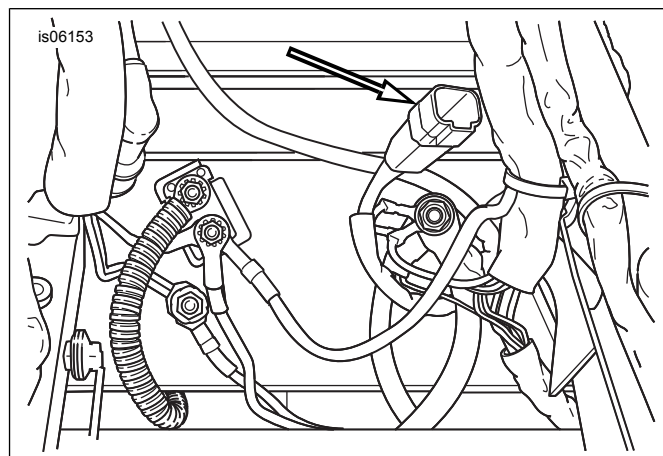

Figure 4. Emplacement du connecteur d'accessoires [4] (sous la selle) - Touring
- e. Voir Figure 4. Rechercher le connecteur d'accessoires à quatre voies [4] dans la zone sous le siège. Retirer le bouchon du connecteur [4]. **REMARQUE** : Si le connecteur d'accessoires est déjà utilisé, un faisceau adaptateur de circuit commuté (n° de pièce 70264-94A) est disponible auprès du concessionnaire Harley-Davidson pour fournir un point de connexion supplémentaire.